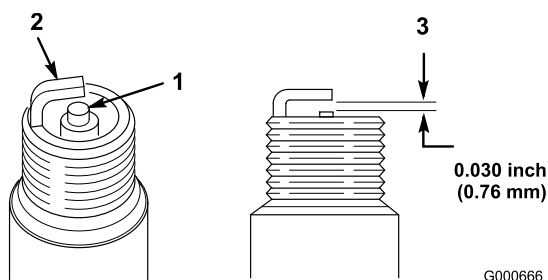

Figure 29
- Examinez le centre de la bougie (Figure 29). Si le bec de l'isolateur est recouvert d'un léger dépôt gris ou brun, le moteur fonctionne correctement. S'il est
2. Contrôlez l'écartement entre les électrodes centrale et latérale (Figure 29) et pliez l'électrode latérale si l'écartement est incorrect.